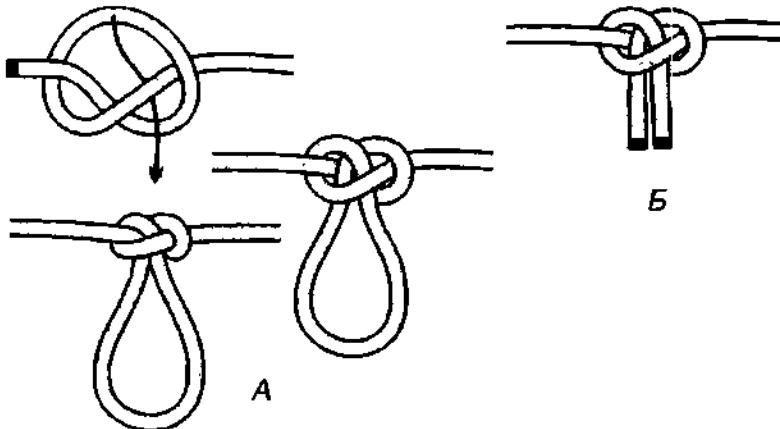

Рис. 161. А – *травяная петля*; Б – *травяной узел*.
**Травяная петля** вяжется из *простого узла*, а своё название получила от узла для связывания двух концов верёвки *травяного узла* (рис. 161). Свойства у *травяной петли* такие же, что у *травяного узла* – оба узла крепкие, но требуют обязательной доводки и затягивания после завязывания, иначе узел ползёт. **Травяная петля** – концевая петля, её не удобно вязать на середине длинного троса, так как при завязывании узла используется ходовой конец.